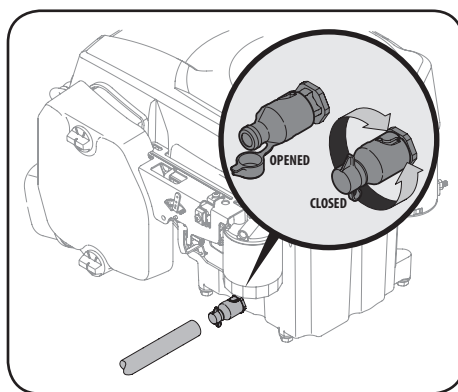

Figura 4-1
3. Abra la tapita protectora del extremo de la válvula de drenaje para visualizar el orificio de drenaje. Consulte el recuadro de Figura 4-1.
6. Empuje ligeramente la válvula de drenaje de aceite y gire hacia la izquierda para abrir y permitir el flujo de aceite. Consulte la Figura 4-1.